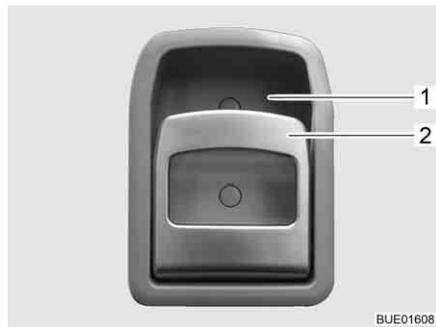

Fig. 56 Serrure de la porte cellule, à l'intérieur
**Ouvrir :** ■ Tirer sur la poignée (Fig. 56,2). La serrure de la porte se déverrouille et s'ouvre.
**Verrouiller :** ■ Appuyer sur la poignée (Fig. 56,2) en haut en direction de l'évidement (Fig. 56,1) dans lequel elle repose. La serrure de la porte se verrouille.